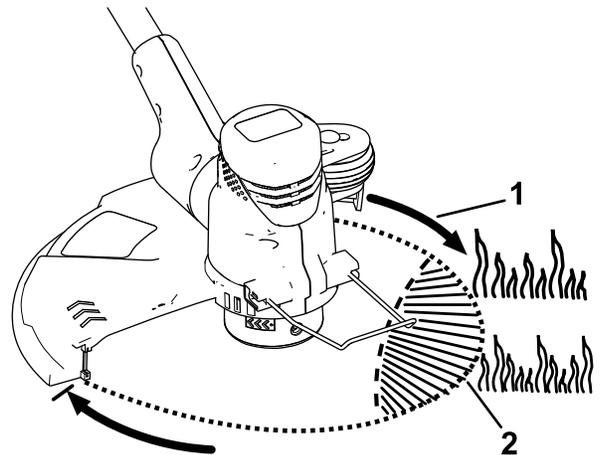

Figura 18
2. Presione las pestañas laterales de la tapa de retención del carrete (Figura 18).